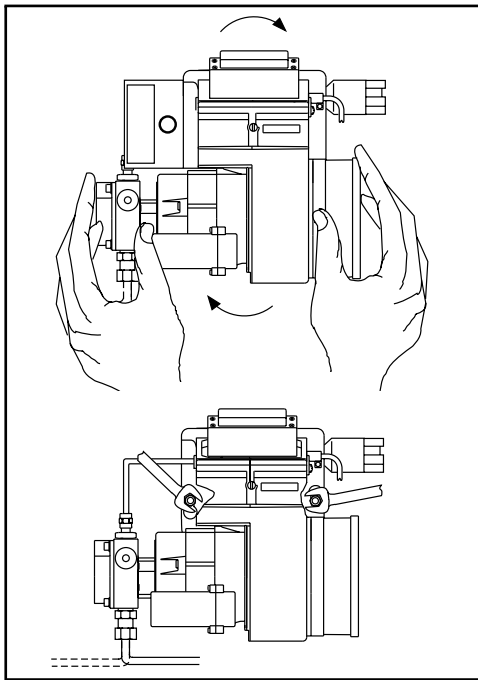

fig. 15 - Dépose du brûleur
- débrancher la chaudière et déposer le brûleur (fig. 15) (2 écrous).